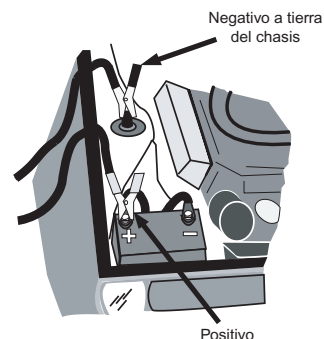

Figura 5. Negativo a tierra
- a. Vehículos con negativo a tierra (el tipo más común, descrito en la Figura 5).